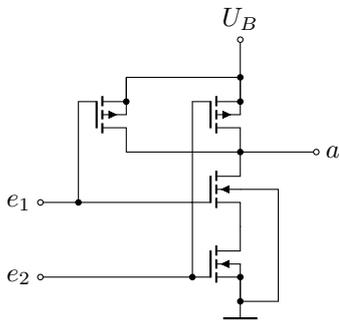

Abbildung 1: Aufbau eines CMOS-NAND Gatters
- Skizzieren Sie qualitativ die Kennlinien eines selbstperrenden n-Kanal und p-Kanal MOSFETs. Machen Sie sich die Funktionsweise der NAND-Grundschtaltung in Abbildung 1 klar! Wie könnte die Grundschtaltung für einen Inverter und ein NOR-Gatter aussehen?